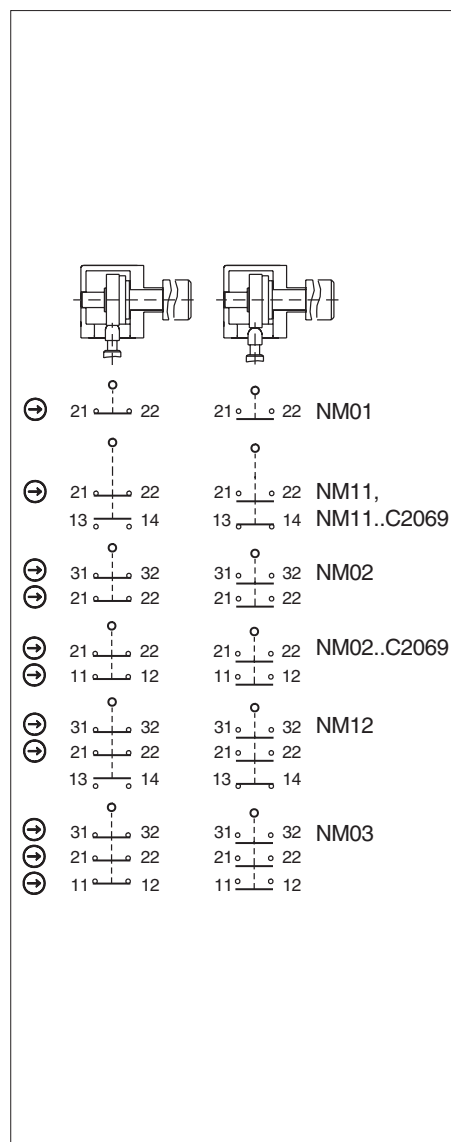

Fig. 3: Microinterruttori e commutazioni
Occorre utilizzare almeno un contatto  $\rightarrow$ . Questo segnala la posizione del riparo (per la disposizione dei contatti vedere Fig. 3).
3. Collegare e serrare i morsetti con una coppia di 0,5 Nm (per la disposizione dei contatti vedere Fig. 3).